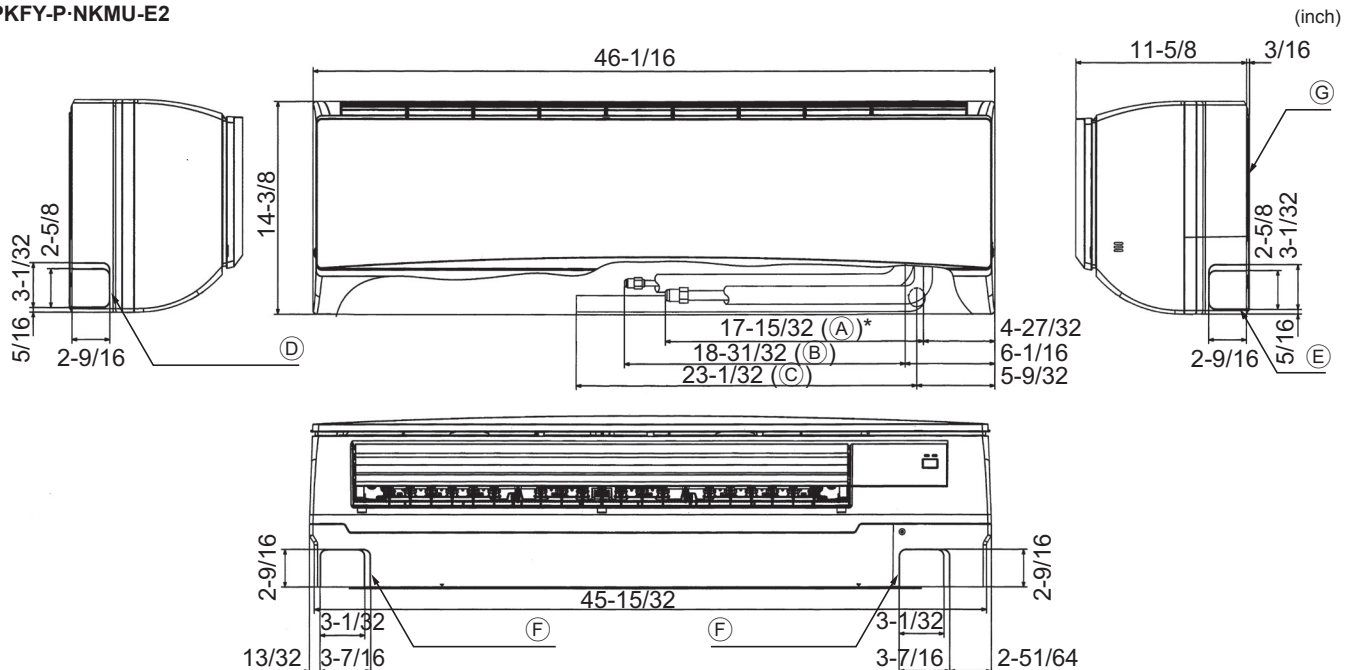

Fig. 4-2
4.2. Colocación de los tubos del refrigerante y de drenaje (Fig. 4-2)
- (A) Tubo de gas * Indica el estado con los accesorios montados.
- (B) Tubo de líquido
- (C) Manguera de drenaje
- (D) Orificio ciego para las tuberías del lado izquierdo
- (E) Orificio ciego para las tuberías del lado derecho
- (F) Orificio ciego para las tuberías de la parte inferior
- (G) Placa de montaje ①